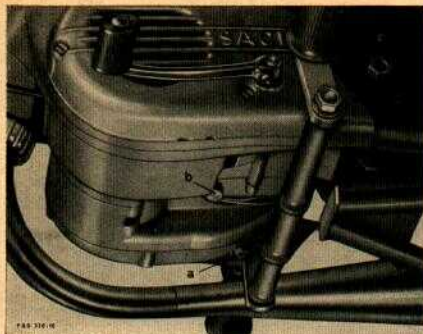
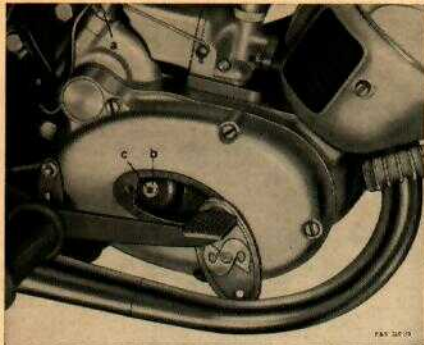
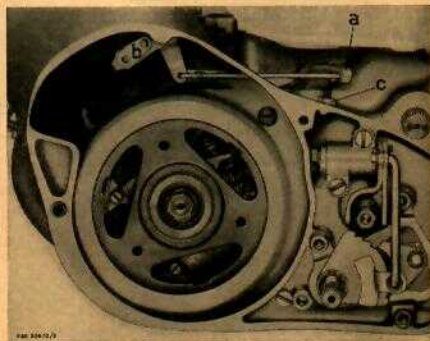
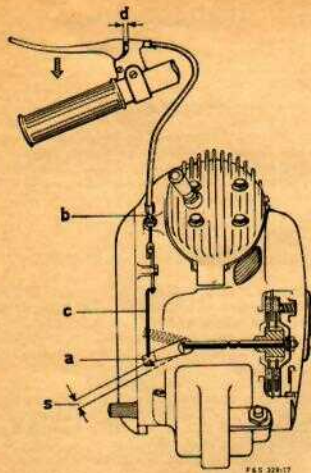

Bild 5
Bild 11
Bild 12
Bild 13
Zur **Ölkontrolle** Motor etwas laufen lassen, Fahrzeug waagrecht stellen und die Ölkontrollschraube a (Bild 5) heraus-schrauben. Falls hier kein Ölaustritt erfolgt, SACHS-Getriebeöl oder Marken-Getriebeöl SAE 80 durch Öleinfüllöffnung (siehe a, Bild 11) nachfüllen, bis Öl zum Vorschein kommt.
Ölwechsel erfolgt nach 10 000 Fahrkilometer, bzw. einmal jährlich. Dazu Motor warmfahren, Fahrzeug waagrecht stellen, Ölablaßschraube b und Ölkontrollschraube a (Bild 5) heraus-schrauben, Altöl restlos ablaufen lassen (Neigen des Fahrzeugs um die Längs- bzw. Querachse). Ölkontroll- und Ölablaßschraube wieder einschrauben, durch die Öleinfüllöffnung a (Bild 11) 200 cm³ SACHS-Getriebeöl oder Markengetriebeöl SAE 80 einfüllen. Sollte die Öleinfüllöffnung durch Rahmen-teile schwer zugänglich sein, kann beim **Ölwechsel** die Einfüll-menge von 200 cm³ durch die Gehäuseöffnung (rechte Motor-seite Bild 11) eingegeben werden. Dann ist jedoch unbedingt erforderlich, daß vor der Ölstandskontrolle das Fahrzeug etwa 3...4 km gefahren wird. Dies gilt auch für den Fall, daß die Getriebeölmenge nur nachgefüllt wird.
Diese Aufgaben erfüllt sie immer zuverlässig, wenn sie richtig eingestellt ist und auch ein ganz geringer natürlicher Verschleiß rechtzeitig berücksichtigt wird. Die Einstellung wird auf folgende Weise vorgenommen (Bild 13):
1. Am Winkelhebel b (Bild 12) wird der Seilzug ausgehängt und geprüft, ob sich das Kupplungshebelende a (Bild 13) etwa 10 mm bewegen läßt. Ist dies nicht der Fall, ist eine Korrektur nach Punkt 4 durchzuführen.
2. Die Stellschraube b (Bild 13) des Kupplungs-Seilzuges wird bei kaltem Motor so eingestellt, daß am Lenkerkupplungshebel ein Spiel von 1 bis 3 mm bleibt. d (Bild 13).
4. Ist es nicht mehr möglich, die Seilzugstellschraube weiter hineinzudrehen oder hat der Motorkupplungshebel keine 10 mm Spiel, öffnet man den „S“-Deckel an der rechten Seite des Gehäuses (Bild 11). Die innere Kupplungsstellschraube c mit Gegenmutter b wird jetzt zugänglich (Bild 11). Nach Lösen der Gegenmutter wird die innere Stellschraube soweit herausgedreht, bis das unter Punkt 1 geforderte Spiel am Motorkupplungshebel wieder vorhanden ist (Bild 13).
Anschließend hängt man das Kupplungsseil wieder ein und stellt mittels der Seilzugschraube b (Bild 13) oder am Lenkerkupplungshebel ein Spiel von 1...3 mm ein, d (Bild 13).